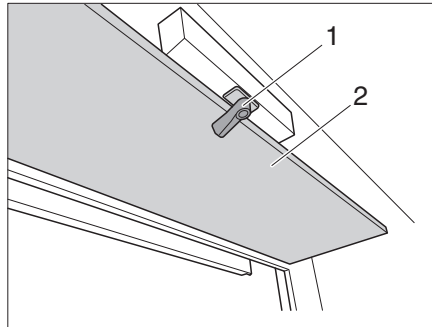

Bild 155 Klappe für Kurbel
- Verriegelung (Bild 155,1) lösen und Klappe (Bild 155,2) nach unten klappen. Hinter der Klappe befindet sich die Kurbel für die Höhenverstellung.